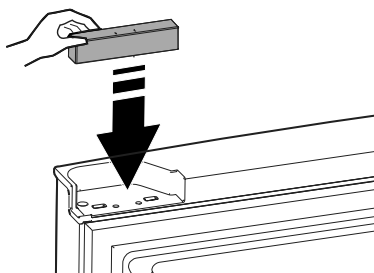

Figura 23
44. Encaje en su posición el imán del interruptor de ampolla en la esquina de la puerta del frigorífico (ver Figura 23).